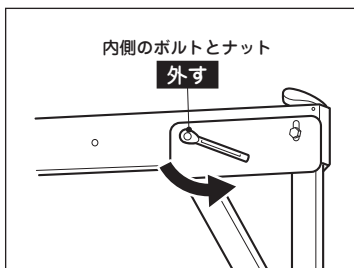

図21
- ① トロリーを動かない様にノブを締めて固定してください。
- ② 4つのキャストをビームと平行に、またブレーキを外側になるようにキャストの方向をロックしてください。
③ 4つのキャストにブレーキをかけてください。(図21)